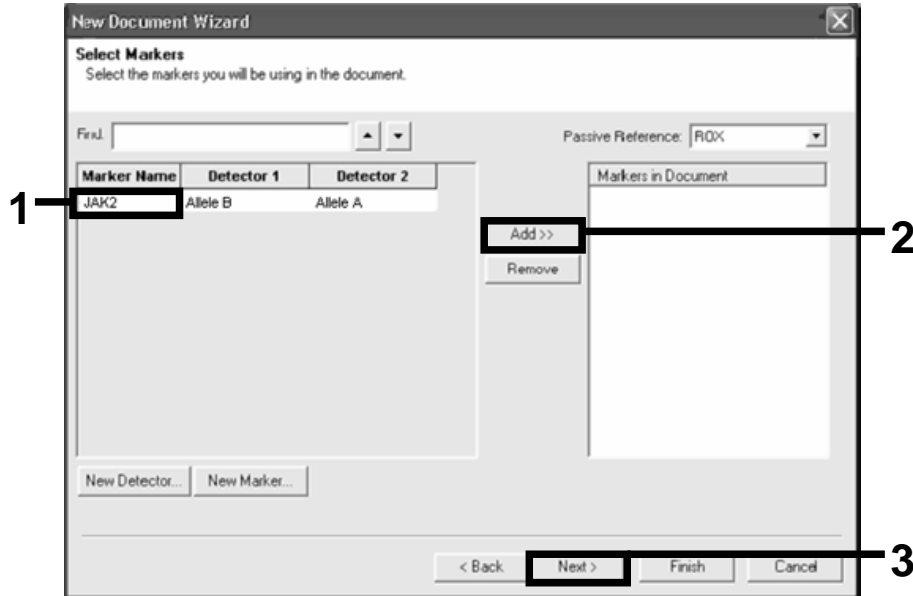

Figura 17. Selezione dei marker.
20. Nella finestra di dialogo "Select Markers", selezionare "JAK2" creato come indicato sopra oppure un marker adatto predefinito, quindi cliccare su "Add >>" (aggiungi) (Figura 17).